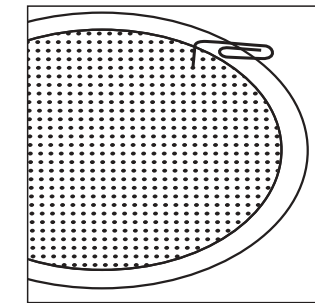

РИС. 6
1. Отделите друг от друга части громкоговорителя. Если громкоговоритель ещё не установлен, решётка снимается простым выталкиванием крепёжных шурупов, затем вынимается. Если громкоговоритель уже установлен в стену, осторожно подцепите решётку разогнутой скрепкой для бумаги, и аккуратно выньте решётку из рамки (рис. 6).